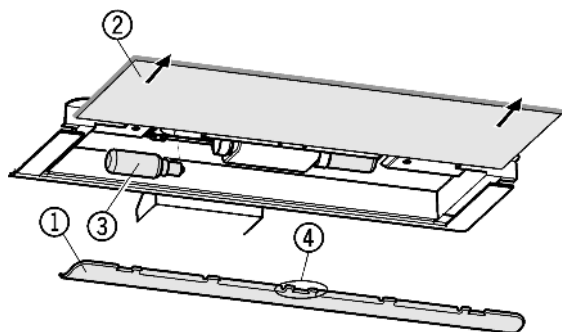

Fig. 19
- ▶ Scherm Fig. 19 (1) afnemen: neem het scherm met de vingers vast en klik los.
- ▶ Glasplaat Fig. 19 (2) uitnemen.
- ▶ Vervang de gloeilamp Fig. 19 (3).
- ▶ Scherm weer opsteken: rechts en links vastklikken, waarbij u ervoor zorgt dat de haak Fig. 19 (4) in het midden over de glasplaat komt.